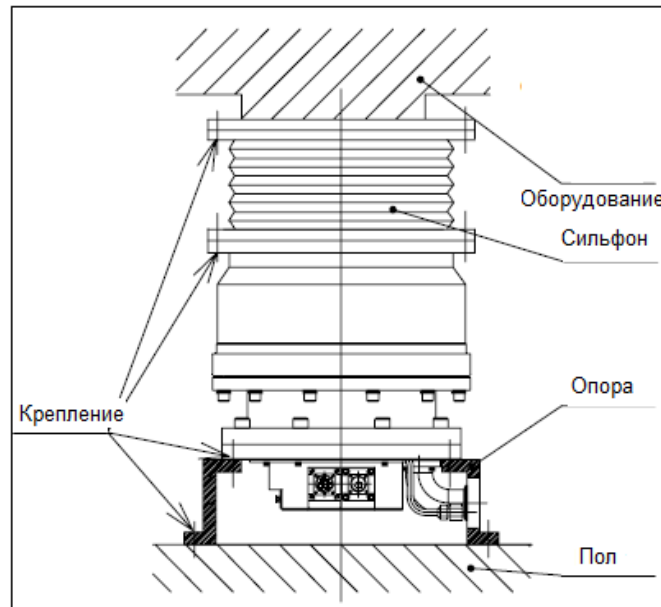

Рис.4-В Метод крепления насоса В (Пример)
- Рис.4-С: Насос установлен в перпендикулярном положении. Фланец на впуске крепится к оборудованию непосредственно или через соединительное приспособление, способное выдержать крутящий момент, указанный в таблице 4 и с закреплением только фланца.